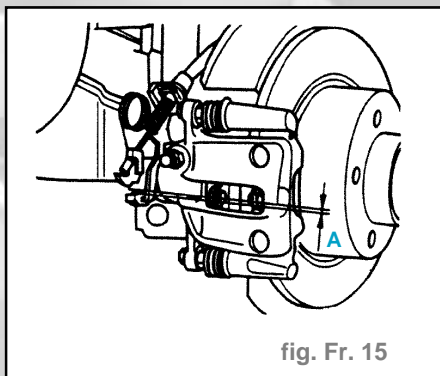

fig. Fr. 15
- Télescoper le système de réglage approximatif (B).
- Contrôler la tension des câbles de frein à main et, si nécessaire, dévisser l'écrou de réglage de précision (A) jusqu'à obtention d'une distance maximale de **1,5 mm** aux étriers de frein (Fig. Fr. 15).